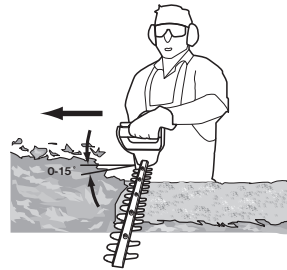

Fig. 6
6. Depois de cortar os lados, prossiga para o topo. Tente manter o dispositivo de corte a um ângulo de aproximadamente 15° relativamente à superfície de corte (Fig. 6).